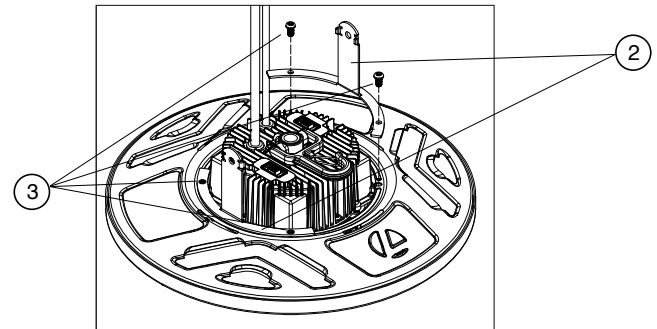

Figure 4
**2.2 Placer le support d'installation sur le boîtier (2) du luminaire** en alignant les trous d'installation avec les trous situés sur le boîtier. Installer les vis (3) de montage fournies pour fixer le support d'installation au boîtier du luminaire. (voir la figure 4).